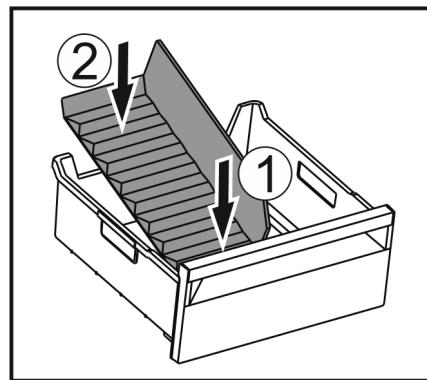

Fig. 139
- Vložte prednú časť oddelovača zásuvky na ľad. Fig. 139 (1)
► Spustite zadnú časť oddelovača zásuvky na ľad až na dno zásuvky. Fig. 139 (2)